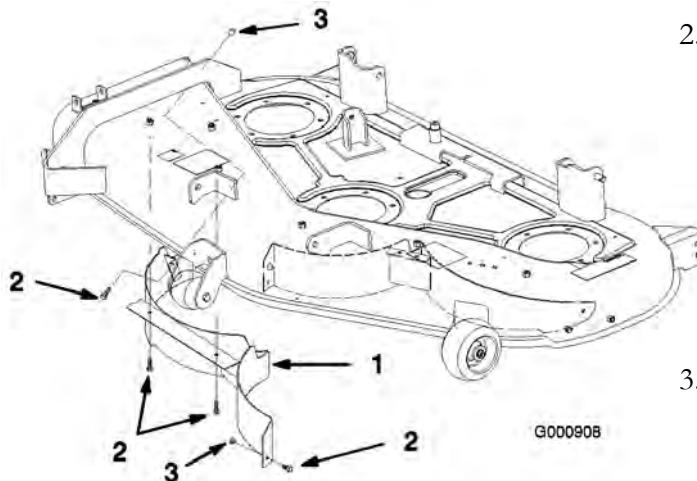

Bild 20
3. Nehmen Sie die Sicherungsmutter oben und in der Mitte des rechten Ablenkblechs ab (Bild 20).
4. Lassen Sie das Ablenkblech ab und ziehen Sie es aus der Auswurfoffnung (Bild 20).
- Setzen Sie aus Sicherheitsgründen die Schrauben (5/16 x 5/8 Zoll) und Sicherungsmuttern (5/16 Zoll) in die offenen Löcher am Mähwerk ein, die Sie in Schritt 3 entfernt haben (Bild 20).
- Nehmen Sie die Schrauben und Muttern aus den Löchern am Mähwerk, in denen Sie das Ablenkblech am Mähwerk befestigen möchten (Bild 20).
- Schieben Sie das Ablenkblech in die Auswurfoffnung (Bild 20).
- Befestigen Sie das Ablenkblech mit den Schrauben und Muttern (Bild 20), die Sie in Schritt 3 abgenommen haben.